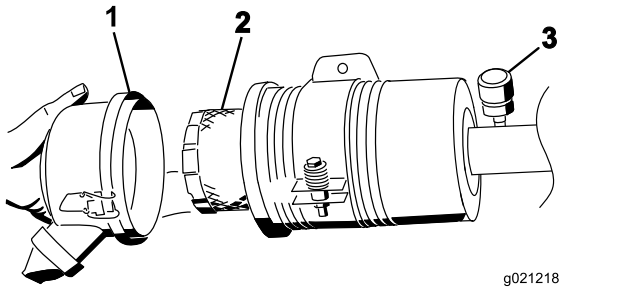

Bild 54
3. Nehmen Sie den Filter heraus und wechseln Sie ihn (Bild 54).